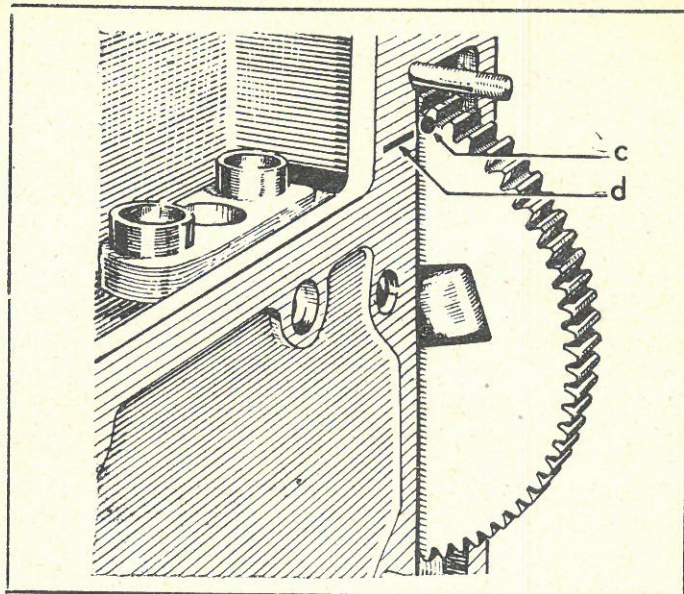

FIG. 12 - RIFERIMENTI SULL'INGRANAGGIO DELL'ALBERO A CAMME PER FASATURA MOTORE
2) Ruotare l'ingranaggio fino a quando il puntino c) viene a coincidere con la tacca d) incisa sul basamento (Fig. 12).